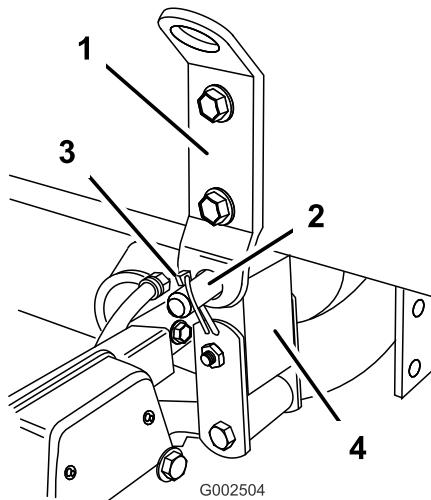

Figura 21
- Alinee el soporte de pivote situado en la parte trasera del conjunto del patín del depósito con el hueco situado en el extremo del bastidor del vehículo (Figura 21).
- Instale un pasador (3/4 pulgada) y dos pasadores de seguridad en el soporte de pivote para sujetar el conjunto del depósito al bastidor (Figura 21).
- Compruebe la alineación del patín del depósito y el bastidor del vehículo. Si es necesario, afloje un poco los pernos que sujetan el soporte de pivote al bastidor del patín del depósito (Figura 21). Eleve el conjunto del depósito justo lo suficiente por encima del bastidor del vehículo para poder alinearlos y bajarlos a su posición nueva. Apriete los pernos del soporte de pivote cuando haya alineado el patín del depósito con el bastidor del vehículo.